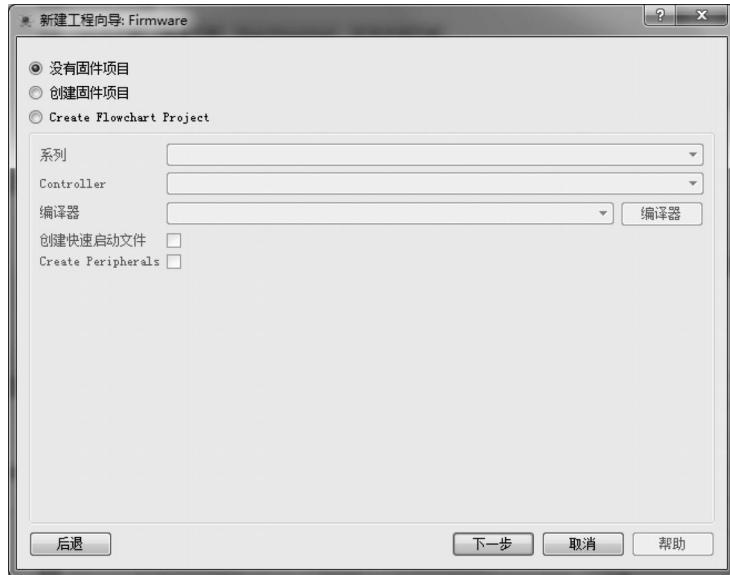
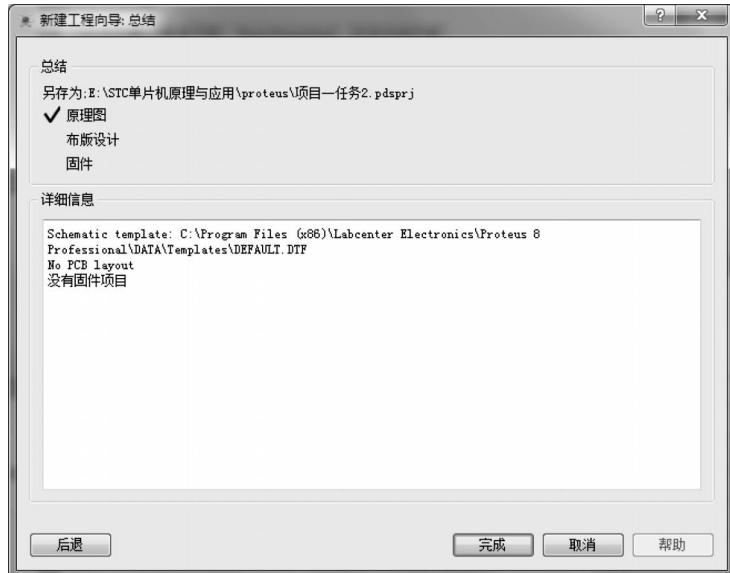
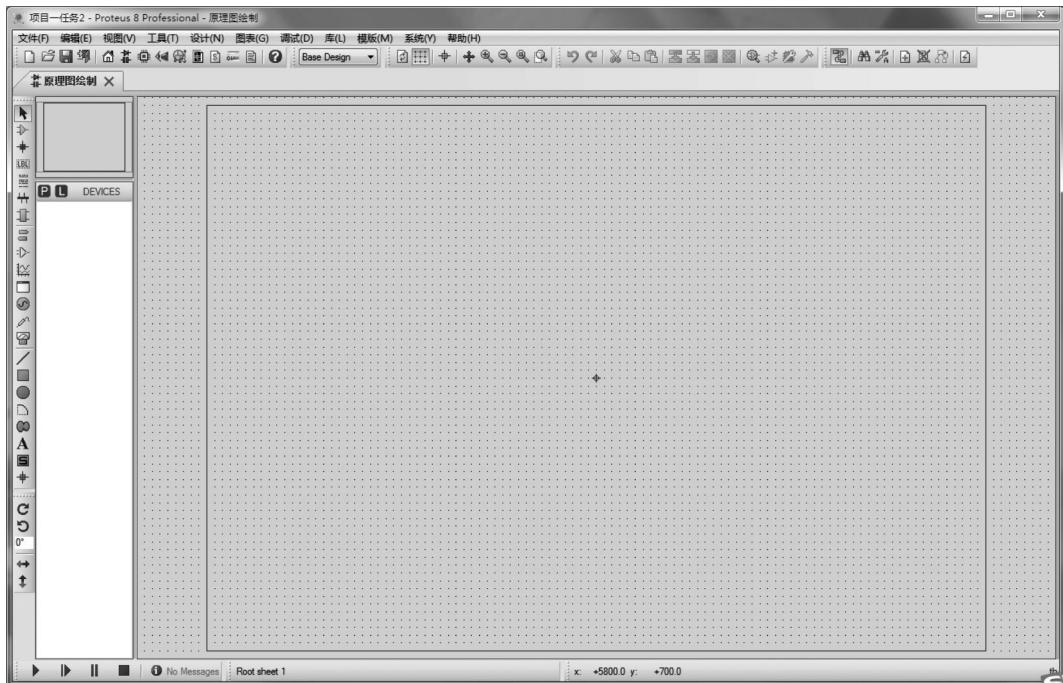

图 1-2-6 新建项目向导: 固件
图 1-2-7 新建项目向导: 总结
图 1-2-8 原理图绘制界面
(4) 在图 1-2-5 中, 单击“下一步”按钮, 弹出“新建工程向导: Firmware”(固件)窗口, 选择“没有固件项目”选项, 如图 1-2-6 所示。当选择“创建固件项目”选项时, 将可以选择“编译软件”内嵌到 Proteus 系统中, 如 Keil C 集成开发环境, 这样做的好处是将 Keil 的编辑、编译和调试功能与 Proteus 的仿真功能整合在一起。
(5) 在图 1-2-6 中, 单击“下一步”按钮, 弹出“新建工程向导: 总结”窗口, 如图 1-2-7 所示。核对新建工程信息, 无误后单击“完成”按钮, 即完成新建工程项目的流程, 进入 Proteus 的原理图绘制界面, 如图 1-2-8 所示。